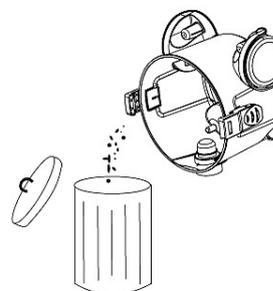

Abb. 15: Entleeren des Filterbeutels
Schritt 2: Entleeren Sie den Inhalt des Schmutzbehälter fachgerecht (Abb.15).